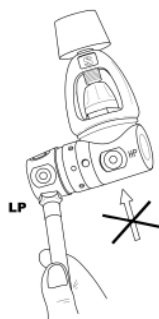

fig. 1
Raccordez le flexible basse pression (BP) de la soupape de l'inflateur ou A.I.R. 2 à un port basse pression inutilisé du premier étage, muni du même filetage (fig. 1)